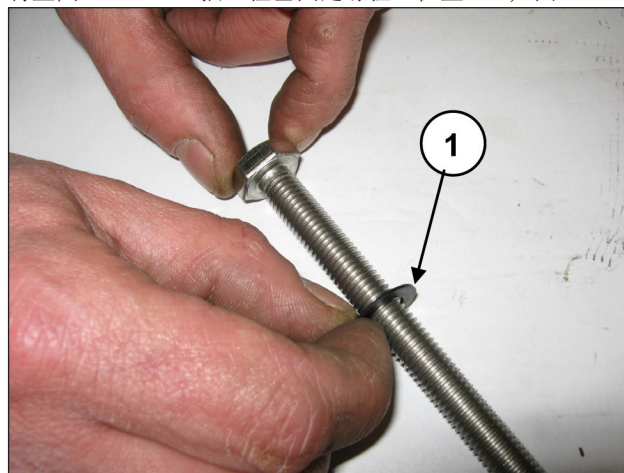

图 164
将垫圈010x18x0.9插入柱塞固定螺栓（位置 ①，图 164）